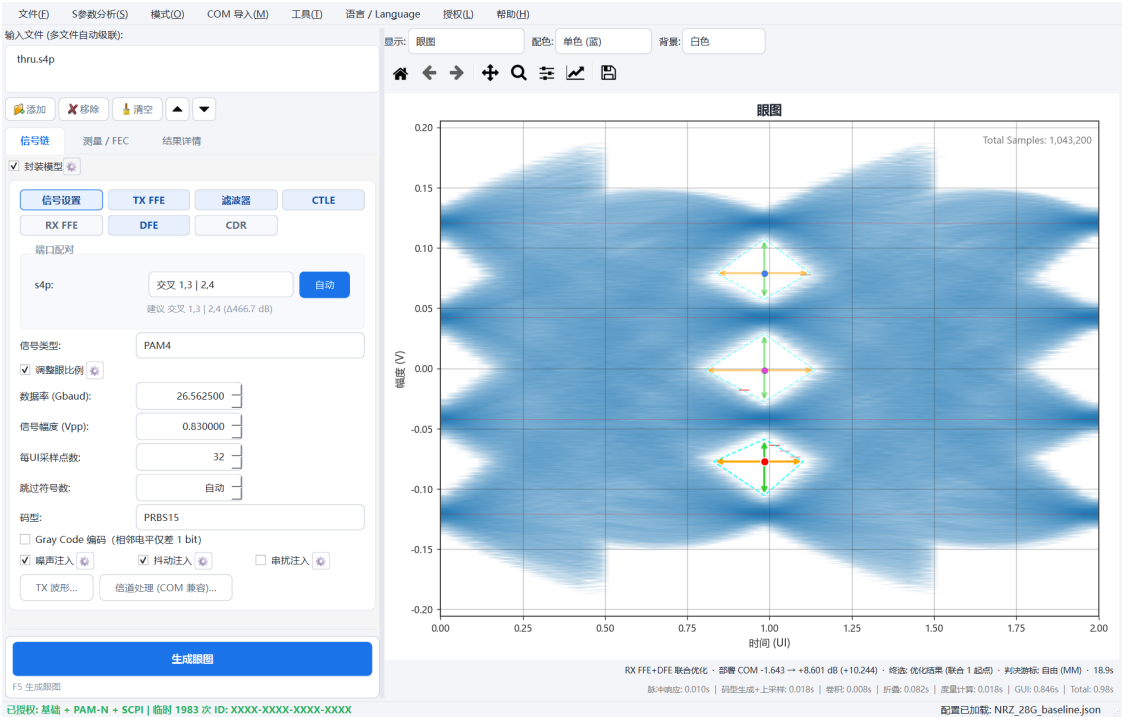

图 5-2 COM 一键导入后的基线眼
- 第 3 步** 先关闭"导入后自动优化"的全部选项，点确定。软件自动生成导入参数的基线眼图 (图 5-2) ；本次目的是复现 COM 参数，进一步优化可稍后再做。